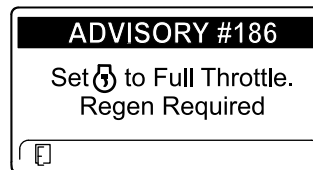

Figure 42
**Remarque:** Si la température d'échappement moteur est trop basse, l'InfoCenter affiche l'AVIS N° 186 (Figure 42) pour vous informer de régler le moteur à plein régime (ralenti accéléré).